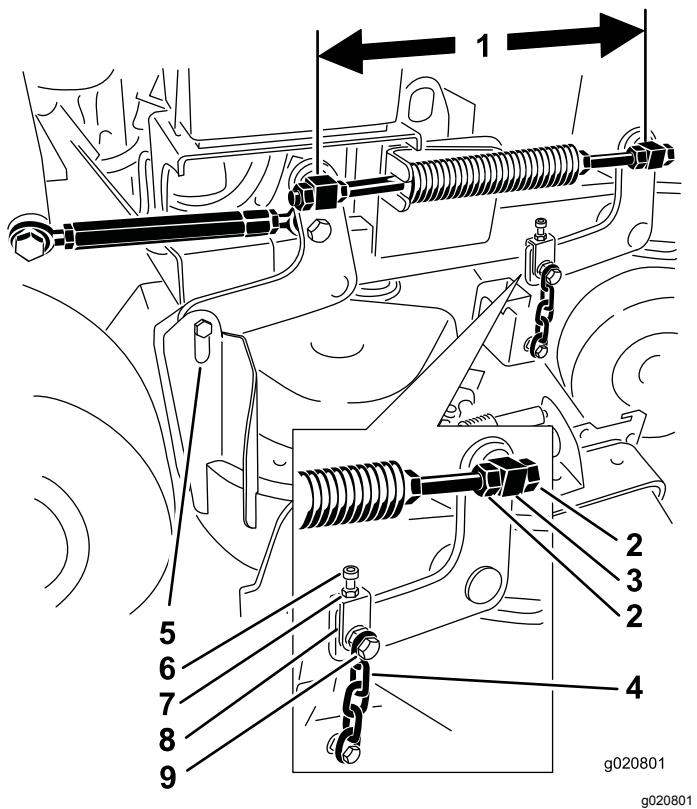

Figura 80
(distancia entre centros) en cada varilla roscada (Figura 80).
2. Afloje las contratuerca en el pivote **delantero** (Figura 80).
4. Apriete las contratuerca en el pivote **delantero** (Figura 80).
6. Si es necesario ajustarlo, afloje el perno superior de la cadena (Figura 80).
- Afloje las contratuerzas de los pivotes delanteros derecho e izquierdo (Figura 80).
- Apriete las contratuerzas de los pivotes delanteros derecho e izquierdo (Figura 80).
- Afloje las contratuerzas del pivote izquierdo delantero (Figura 80).
- Apriete las contratuerzas del pivote izquierdo delantero (Figura 80).
- Afloje los pernos superiores de las cadenas (Figura 80).
- Afloje las contratuerzas en cada horquilla (Figura 80).
- Apriete las contratuerzas y los pernos superiores de las cadenas (Figura 80).